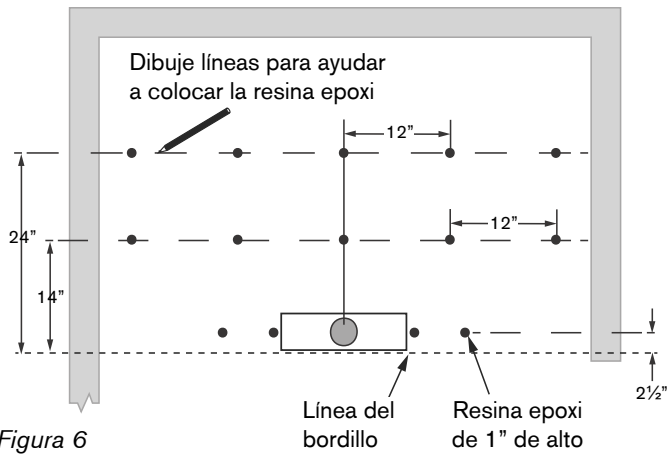

Figura 6
- 12 Antes de aplicar la resina epoxi provista, marque el piso con el patrón y los espacios de epoxi que se muestran a continuación. (Figura 6)